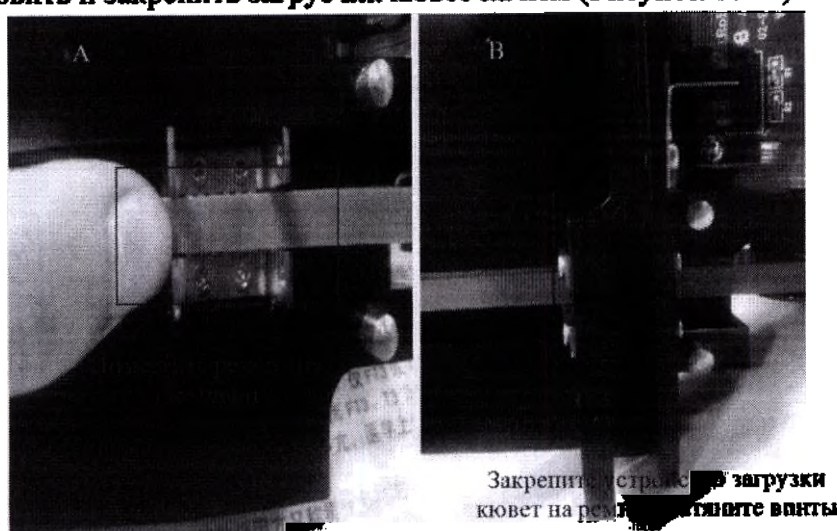

Рисунок 104.
(2) Новый ремень сначала следует вставить в цапфу (Рисунок 104А), а затем установить и закрепить загрузчик кювет на нем (Рисунок 104В).